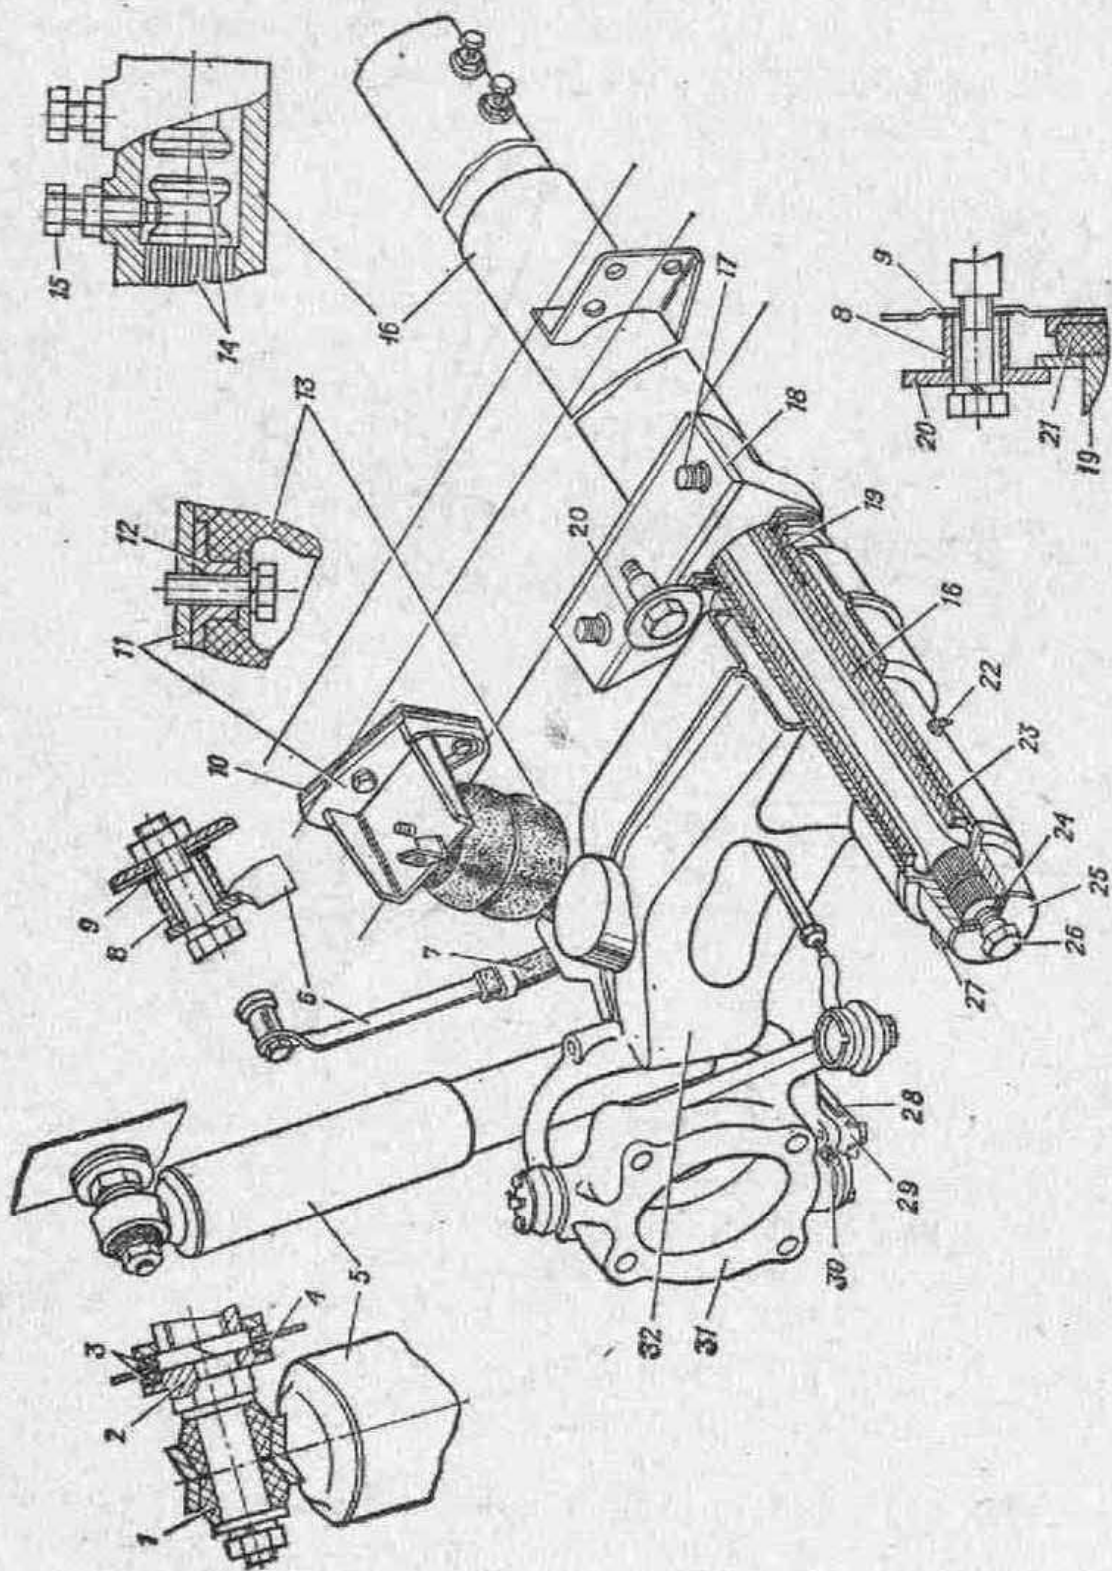

Рис. 70. Передняя подвеска:
**Торсионы** — стальные цилиндрические стержни со шлицами на концах — являются основными упругими элементами подвески. Торсионы расположены в осях подвески. Оси подвески трубчатые, крепятся к лонжеронам четырьмя болтами 17 (рис. 70).